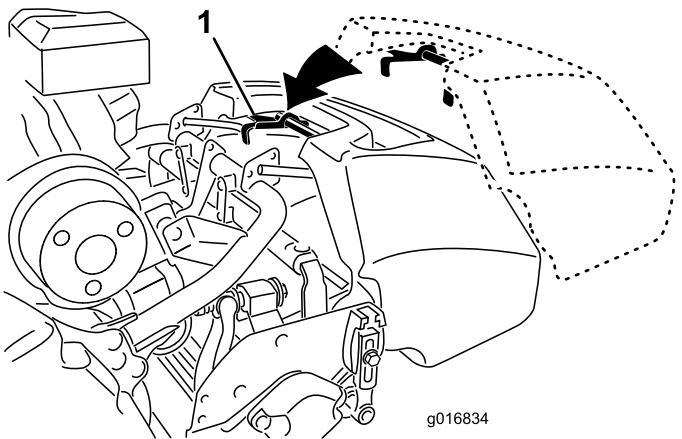

Bild 9
- Schieben Sie die Fangkorblippe zwischen den Seitenplatten des Mähwerks und über die Frontrolle ein (Bild 9).
- Befestigen Sie die Fangkorbhaken über der Rahmenschleife (Bild 9).
- Fassen Sie den Fangkorb am Griff an (Bild 9).